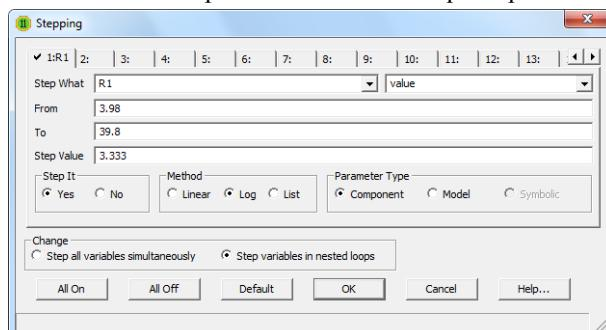
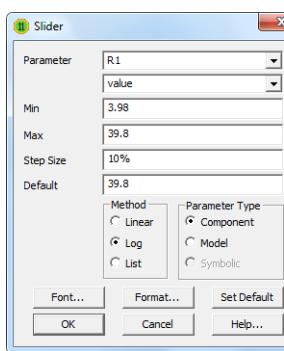
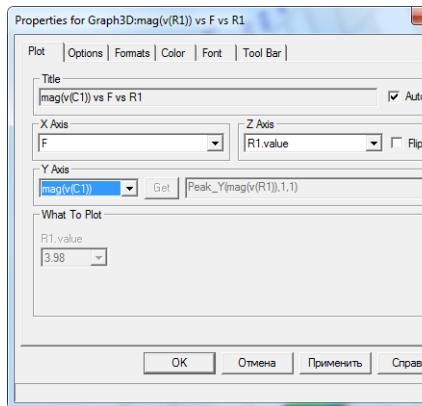

Рис. 2.3. Окно варьирования параметров
Рис. 2.4. Окно варьирования параметра через слайдер
Рис. 2.5. Окно построения трехмерного графика
согласно варианту), метода варьирования – логарифмический, шага – 3,333, как указано на рис. 2.3.
2.8. Отключите варьирование параметров, нажав F11 и поставив галочку напротив **No** в **Step It** (рис. 2.3). Перезапустите анализ частотных характеристик (F2). Запустите варьирование параметров через слайдер – **AC→Slider→Add Slider...** В открывшемся окне (рис. 2.4) заполните ячейки по аналогии с предыдущем случаем (рис. 2.3).
2.10. Включите варьирование параметров, нажав F11 и поставив галочку напротив **Yes** в **Step It** (рис. 2.3). Включите построения трехмерного **D Window...** Заполните параметры согласно рис. 2.5. Переменную по оси Y выбирает преподаватель согласно варианту. Зарисуйте получившийся график.